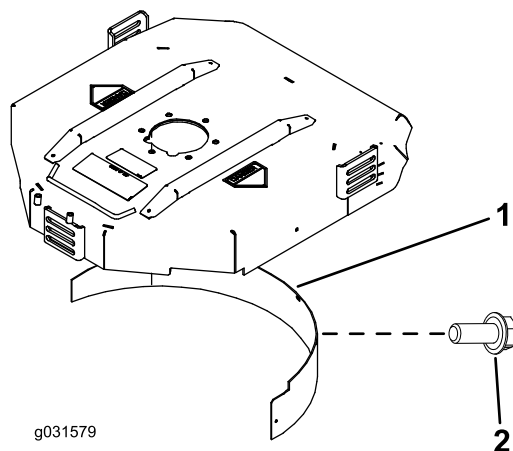

图 4
2. 将碎草隔板装入后开口内并使用 5 个凸缘头螺栓进行固定 (图 4)。